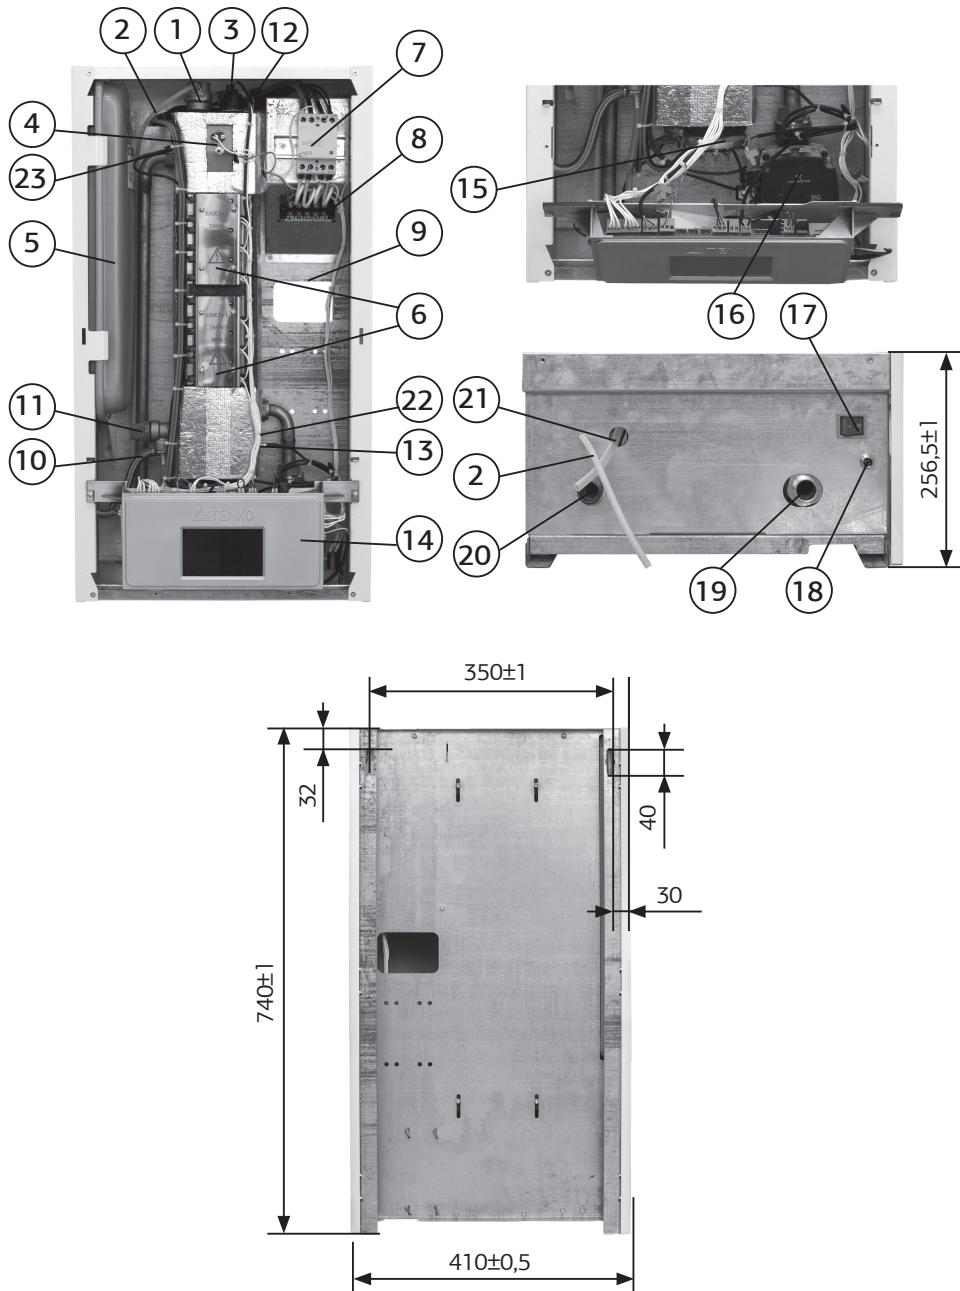

Рис.1. Внешний вид котлов серии SMART TM TENKO
3.1. Внешний вид устройства приведен на рис.1 с обозначением его основных узлов. В процессе производства некоторые элементы могут быть заменены на аналогичные, что не будет влиять на работу изделия.